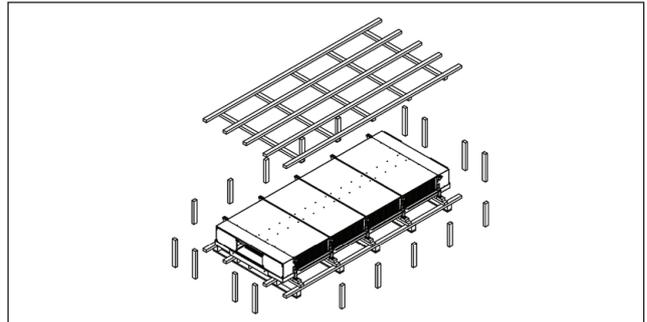

Abb. 8.3
2. Entfernen Sie die Befestigungselemente des Holzrahmens. Daraufhin entfernen Sie den Holzrahmen bzw. die Holzplatte (Abb.8.3).